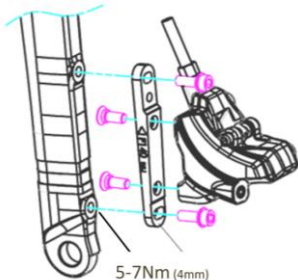

Figura D-1 Alinear la pinza delantera con los orificios de montaje de la horquilla.
- Ensamble el adaptador y la pinza delantera conjuntamente, con un par de apriete de 5-7 Nm (4 mm) (Figura D-1)